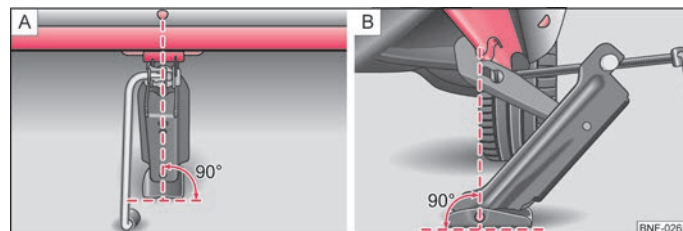

Bild 107 Ansätt domkraften
- Ansätt domkraften så att klon griper om flänsen ⇒ bild 107- B), under inpräglingen i tröskelns sidoyta.
- Säkerställ att grundplattan till domkraften står med hela ytan på jämnt underlag och i lodrätt läge ⇒ bild 107 på den plats där klon griper in i flänsen.